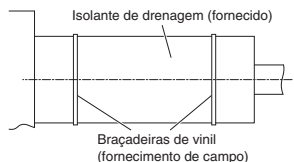

Fig. 3-10
- (2) Depois de verificar a tubagem de drenagem, enrole o material de vedação fornecido e o isolante do tubo de drenagem ao redor do tubo e, em seguida, fixe-o com as braçadeiras. (Fig. 3-10)